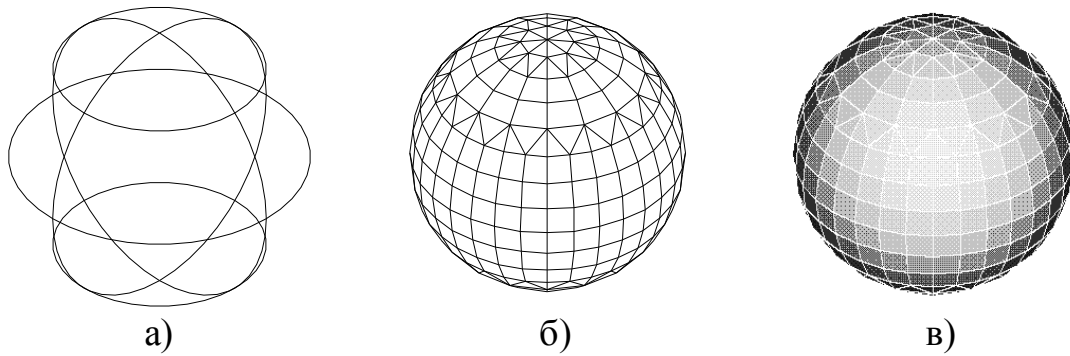

Рис. 109
5. Команда **SPHERE (ШАР)** создает твердотельный шар (сферу), рис. 109.
Построив каркас цилиндра (рис. 109, а), используем команду **HIDE (СКРЫТЬ)**, рис. 109, б, и команду **ТЕНИ** из падающего меню **ВИД** (рис. 109, в).